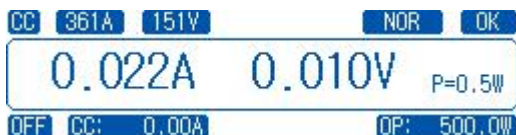

图 3-5 恒流模式界面
- 1) 按下 **CC** 模式按键，按键指示灯变亮，进入恒流模式工作界面，如图 3-5 所示。